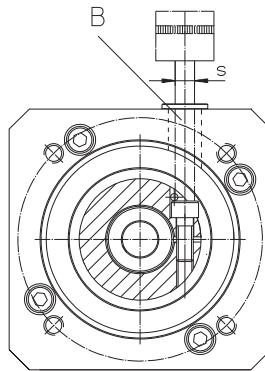

Figure 3
(3.30.160) ainsi que la vis (3.40.080) en présence d'arbre adaptateur. Pour ce faire, introduire la rallonge de la clé dynamométrique dans l'alésage (B)(figure 3). Couple de serrage M_A suivant tableau.